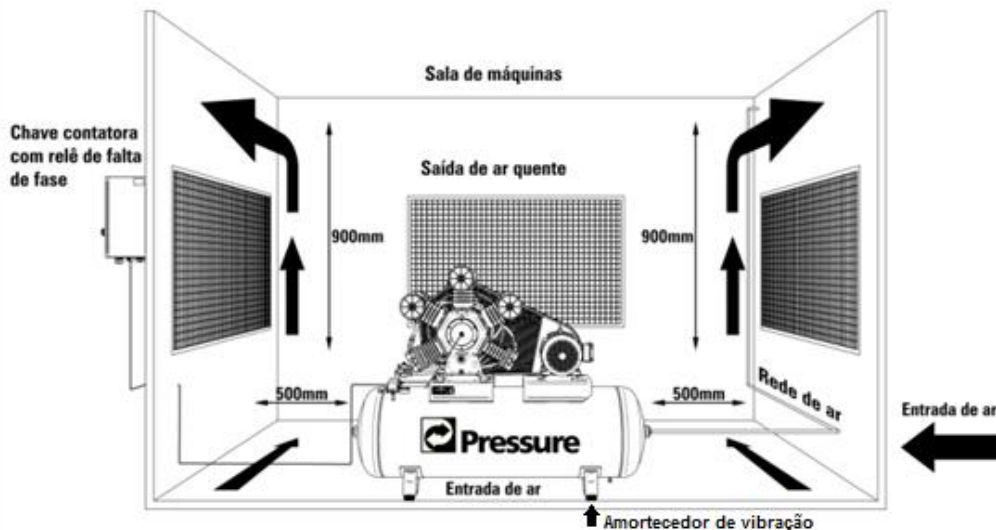

Figura 02 – Instalação
- b) O compressor deve ser instalado em um pavimento sólido (base de concreto) conforme figura 02, e horizontal de forma que suporte devidamente o peso do equipamento mais o peso do líquido (água) quando do teste hidrostático.
- c) O reservatório de ar NÃO pode ser chumbado rigidamente ao pavimento, o mesmo deve **obrigatoriamente** ser instalado com amortecedores de vibração (**quando o modelo não acompanha**) entre o pé do reservatório e a base de concreto, conforme (figura 02). Estes devem ser adequados para o peso e vibração do produto.
- e) Respeitar as distâncias mínimas de instalação (figura 02) a fim de garantir uma boa ventilação durante o funcionamento e facilitar o acesso à eventual manutenção e inspeção do produto.
- f) em uma sala de máquinas de preferência (figura 02), o local deve ser coberto, com boa ventilação, livre de poeira, umidade, produtos químicos ou qualquer outro tipo de poluição. Quando não possível, instalar tubulação de sucção externa de forma que o ar admitido seja o mais limpo possível para uma vida útil longa de seu compressor.